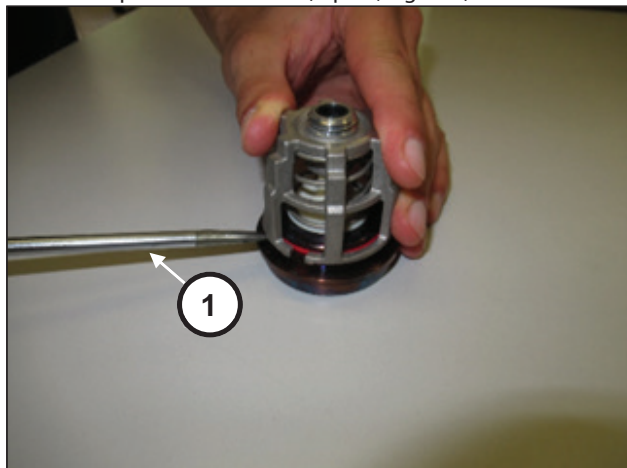

Fig. 146
Démonter les groupes soupape d'aspiration en se servant d'outils simples comme levier (rep. ①, Fig. 146).